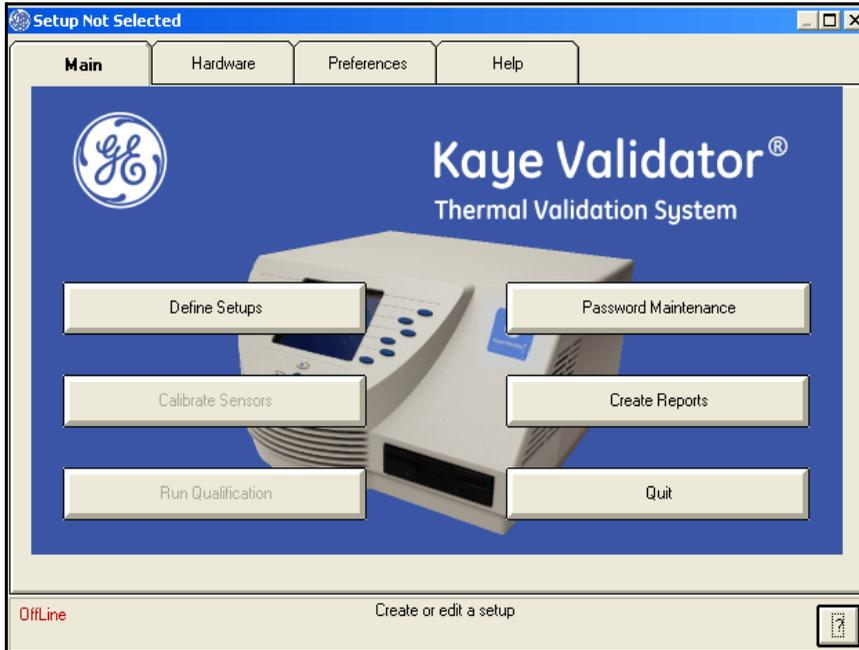

图 31: 验证仪主菜单
5. 点击 OK. **Main Menu 主菜单** 出现, 如图 31 所示.